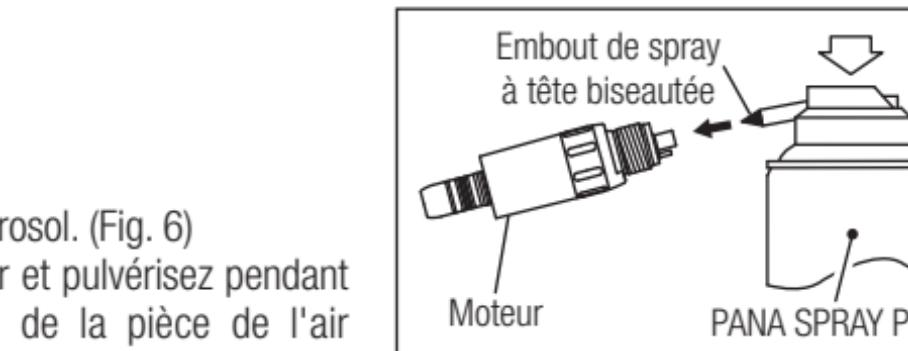

Fig. 6
2) Montez l'embout de lubrification à tête biseautée sur le raccord de la bombe d'aérosol. (Fig. 6)